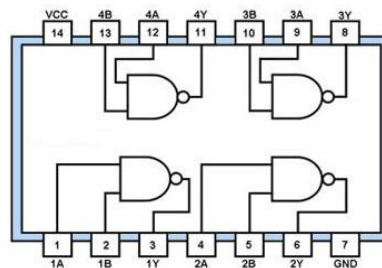
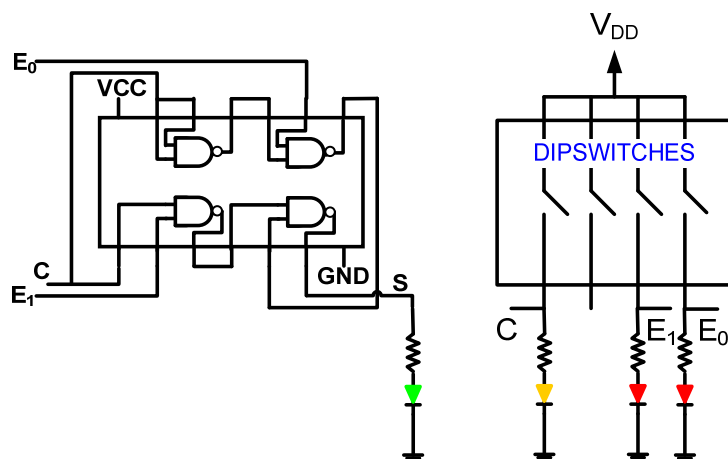

Figura 2. Esquema del circuito integrado 74LS00
Figura 3.- Esquemas de conexiones eléctricas del circuito
Para la implementación se utilizará el circuito integrado de la familia estándar 74LSXX, representado en la figura 2, que consta de 4 puertas NAND de dos entradas, y se seguirá el esquema de conexiones representado en la figura 3.
Los valores de tensión que se aplicarán en las entradas de datos y de control serán introducidos en el circuito, a través de unos interruptores (*dip swicth*) que asegurarán que dichas entradas estén conectadas a $+V_{CC}$ o a GND, según la posición del interruptor esté en "ON" u "OFF", respectivamente. A través de los diodos LED, incorporados al circuito y conectados en serie a unas resistencias según se aprecia en la figura 3, se tendrá información del valor de tensión que se está aplicando a las entradas y cuál es el que se obtiene en la salida.
1. Se insertarán sobre la placa de inserción virtual todos los elementos que conforman el circuito, conectándolos entre sí siguiendo **ESTRICTAMENTE** el esquema de la figura 3 y utilizando el código de colores ASIGNADO a cada grupo de alumnos. Todas las señales de entrada, generadas mediante “Tableros de interruptores” y la salida se visualizarán mediante “Tableros de leds”.